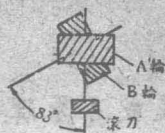

图3 螺旋齿轮 A、B 的螺旋角
3. 螺旋齿轮 A、B 的螺旋角根据滚刀的螺旋角设计。设滚刀螺旋角为 $\omega=7^\circ$ ，向右。则 A、B 上两轴间夹角为 $90^\circ - 7^\circ = 83^\circ$ （见图 3）。